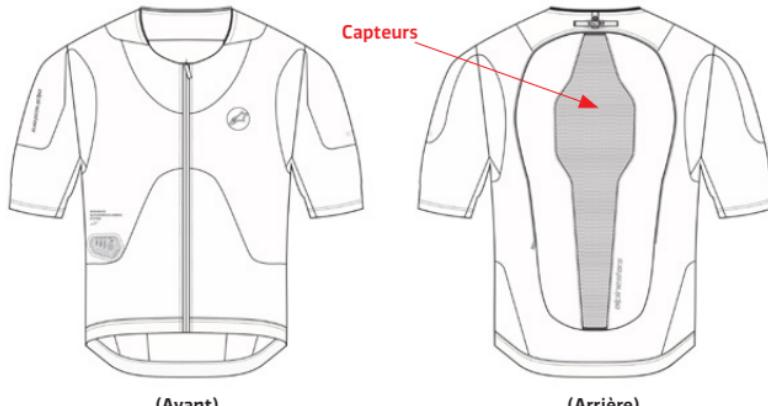

Figure 1 - Emplacement des capteurs
Le système se compose d'une unité de contrôle d'airbag (5) avec des capteurs intégrés (Figure 1). Le groupe de capteurs de l'unité de contrôle de l'airbag (5) se compose d'un accéléromètre triaxial et d'un gyroscope triaxial placés à l'intérieur de la protection dorsale (4). Ces capteurs surveillent le corps de l'utilisateur pour détecter les chocs ou les mouvements inattendus. Si le corps de l'utilisateur est soumis à une quantité d'énergie élevée et/ou soudaine, le système se déploie. Cela peut se produire lorsque la moto est impliquée dans un accident, par exemple lorsqu'elle entre en collision avec un autre véhicule ou avec un objet, lorsque le conducteur perd le contrôle ou lorsqu'il tombe de la moto.